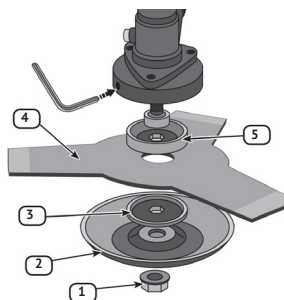

рис.5
#### 6.4 Установка режущего ножа (рис. 5)
- застопорив шпиндель, открутить гайку крепления ножа (рис.5 поз.1), поворачивая её по часовой стрелке (резьба левая);
- снять нижнюю крышку (рис.5 поз.2) и зажимной фланец (рис.5 поз.3) со шпинделя выходного редуктора;
- установить на шпиндель: опорный фланец (рис.5 поз.5), режущий нож (рис.5 поз.4), зажимной фланец и нижнюю крышку;
- убедитесь, что режущий нож отцентрирован и ровно лежит на опорном фланце (рис.5 поз.5);
- застопорив шпиндель, открутить гайку крепления ножа (рис.5 поз.1), поворачивая её по часовой стрелке;
- снять нижнюю крышку (рис.5 поз.2), зажимной фланец (рис.5 поз.3) и нож, если установлен, со шпинделя выходного редуктора;